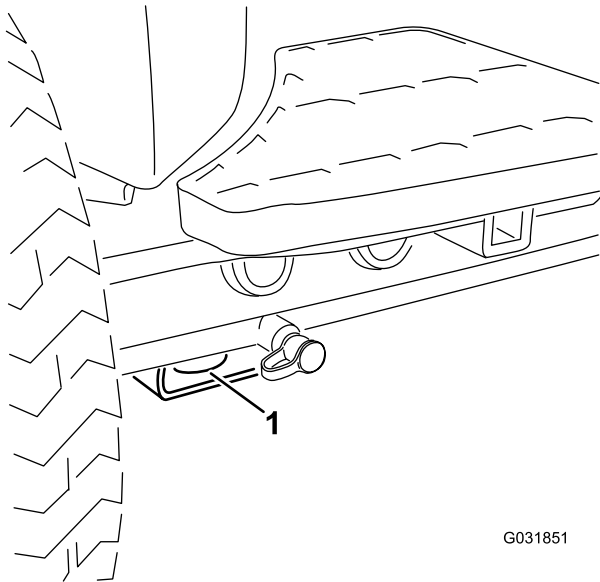

Figura 24
- **Parte delantera de la máquina** – el orificio del bloque rectangular, debajo del tubo del eje, al interior de cada rueda delantera (Figura 24).